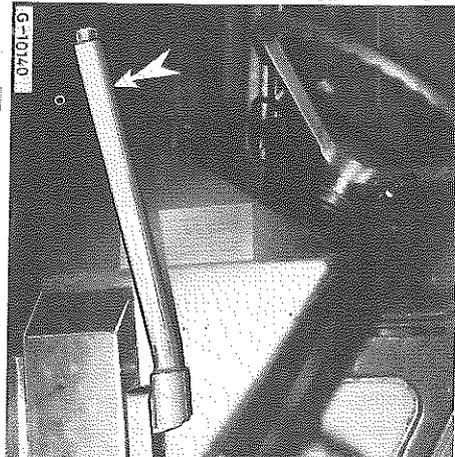
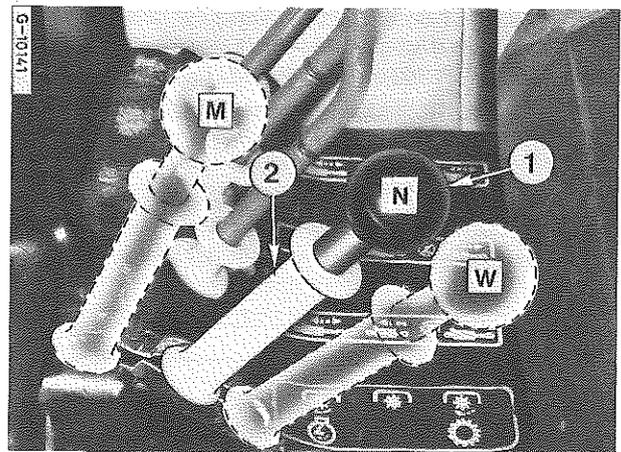

Figure 31 - Levier d'embrayage de prise de force.
Figure 32
Si le tracteur est équipé d'une prise de force proportionnelle à la vitesse d'avancement, celle-ci peut être utilisée en alternance avec la prise de force autonome représentée Fig. 32. L'arbre de prise de force 1 000 tr/mn peut être doté soit de petites cannelures, soit de grosses cannelures. L'arbre de prise de force de 540 tr/mn a toujours des grosses cannelures.
Assurez-vous que le levier de commande soit bien au point mort avant d'accoupler ou de désaccoupler les équipements au niveau de la prise de force, Fig. 32.
Pour utiliser la prise de force autonome, libérez l'embrayage manuel Fig. 31, levez le manchon de butée (2) Fig. 32 et mettez le levier d'enclenchement en position (M). Puis engagez lentement l'embrayage manuel à mi-régime du moteur. Pour désaccoupler la prise de force, actionnez l'embrayage manuel et mettez le levier d'enclenchement en position (N).
Pour embrayer la prise de force proportionnelle à la vitesse d'avancement, débrayez le moteur, levez le manchon de butée (2) Fig. 32 et mettez le levier sur la position (W).